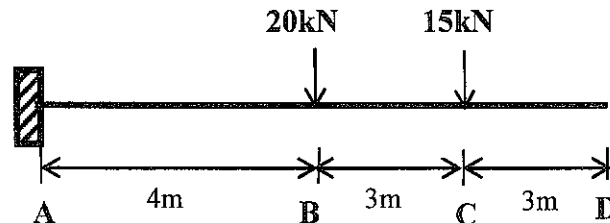

Figure A2 (c) / Rajah A2 (c)
- Figure A2 (b) (ii)**
*Sebuah rasuk berkeratan rentas segiempat seperti ditunjukkan dalam **Rajah A2 (b) (ii)** dibawah dikenakan tegasan ricih maksimum 30kN. Tentukan daya ricih pada jarak 50mm dari paksi neutral.***Figure A2 (b) (ii) /Rajah A2 (b) (ii)**
- (c) A cantilever beam is subjected to a load as shown in **Figure A2 (c)** by using area moment method. Given: $A_y = 35 \text{ kN}$; $M_A = 185 \text{ kNm}$.